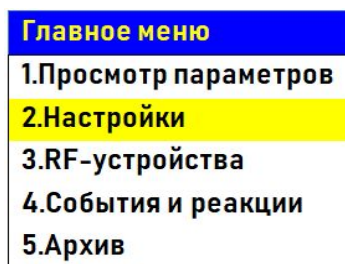

Рисунок 20 - Главное меню ППК
- 2.3.1. В Главном меню ППК выбирать пункт **2.Настройка**. Нажать кнопку **Ок** (рисунок 20).